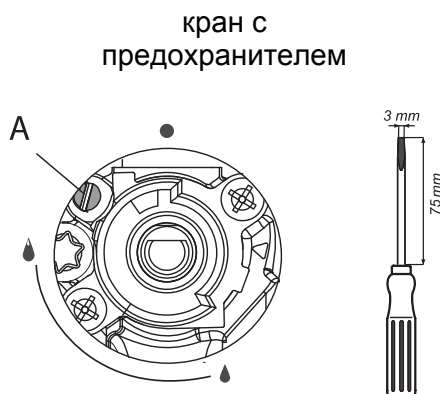

Рис. 10
- поворачивать регулировочный винт «**A**» (рис. 10) наблюдать за пламенем горелки; пламя установить такой высоты, чтобы оно не гасло от легкого сквозняка или при быстрой перестановке ручки из положения большое пламя в положение малое пламя и наоборот;